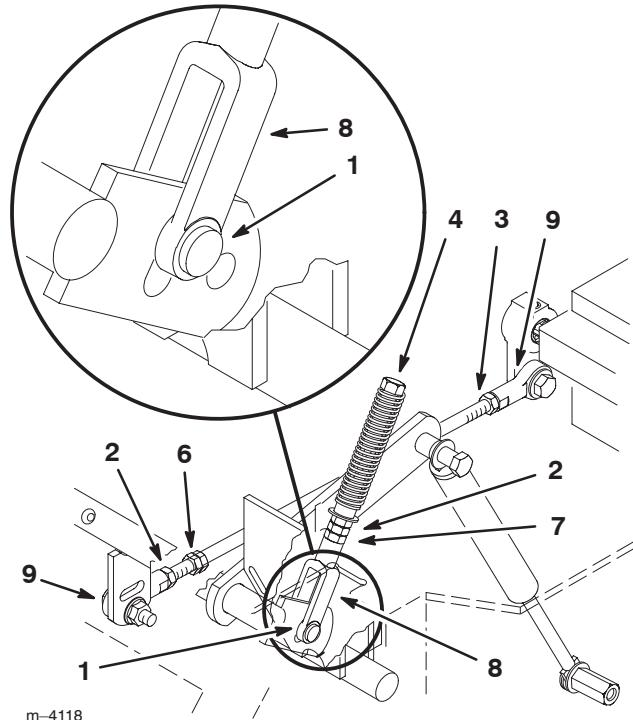

Figure 44
6. Tirez ensuite le levier en arrière jusqu'à ce que l'axe de chape (situé sur le bras au-dessous de l'axe de pivot) touche l'extrémité de la fente (c.-à-d. commence juste à appuyer sur le ressort) (Fig. 44).
8. Si un réglage s'impose, desserrez l'écrou et l'écrou de blocage vissés contre la chape (Fig. 44).
10. Serrez l'écrou et l'écrou de blocage (Fig. 44).
1. Desserrez les contre-écrous sur les rotules de la tige de commande de la pompe (Fig. 44).
3. Réglez la longueur de la tige de pompe en tournant les doubles écrous dans le sens voulu, jusqu'à ce que la roue soit immobilisée ou tourne légèrement en marche arrière (Fig. 44).
- Serrez les écrous contre les rotules (Fig. 44).